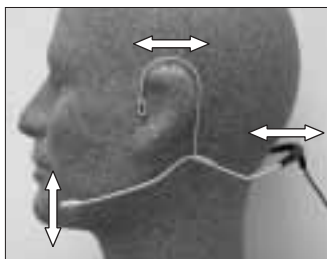

Fig. 3: Forma de colocar y ajustar el micrófono en la cabeza
1. Póngase el micrófono como se indica en la fig. 3.
Véase fig. 3.